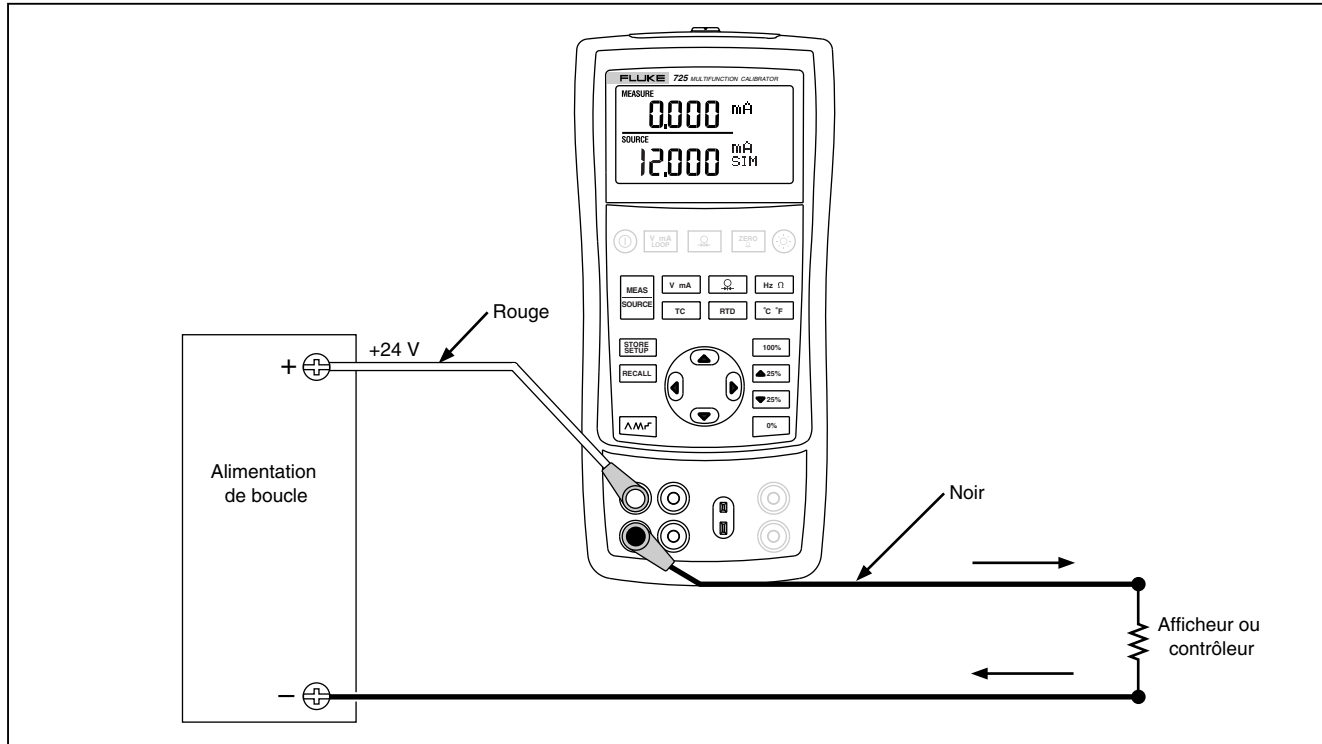

Figure 14. Branchements pour la simulation d'un émetteur 4-20 mA
1. Raccordez la source 24 V d'alimentation de boucle suivant la figure 14.